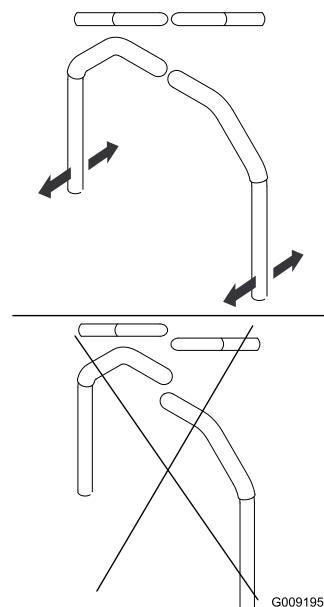

Figure 80
4. Réglez l'alignement avant/arrière des leviers en plaçant simultanément à la position point mort puis faites-les coulisser jusqu'à ce qu'ils soient alignés, puis serrez les boulons (Figure 80).